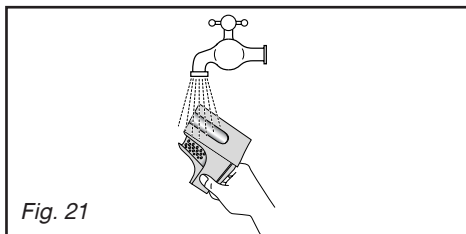

Fig. 21
– rincez-le sous le robinet (Fig. 21)